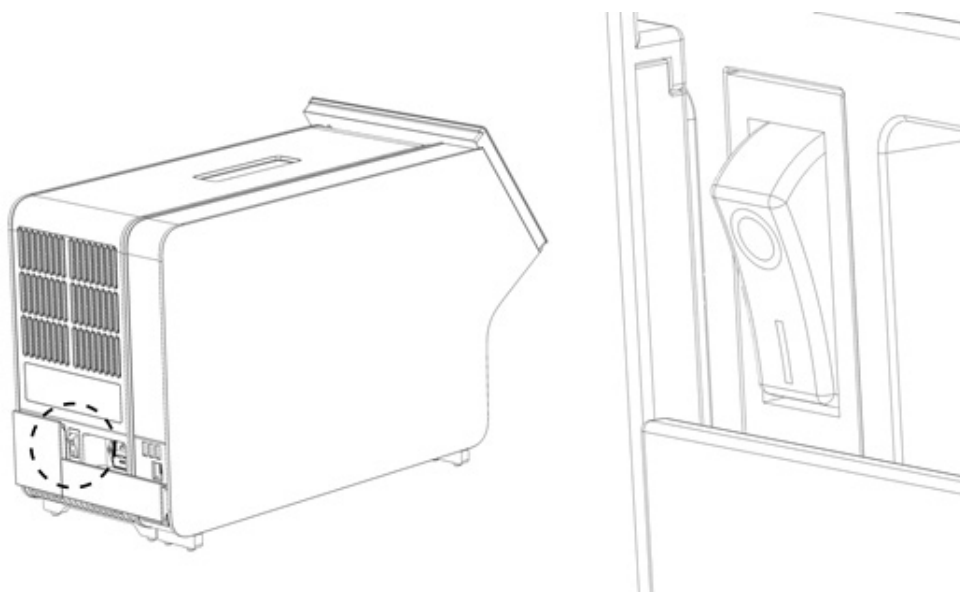

图 11. 找到电源开关并将其设置到“1”位置。
9. 将分析模块背面的电源开关按到“1”位置打开仪器（图 11）。检查分析和操作模块的状态指示灯是否为蓝色。